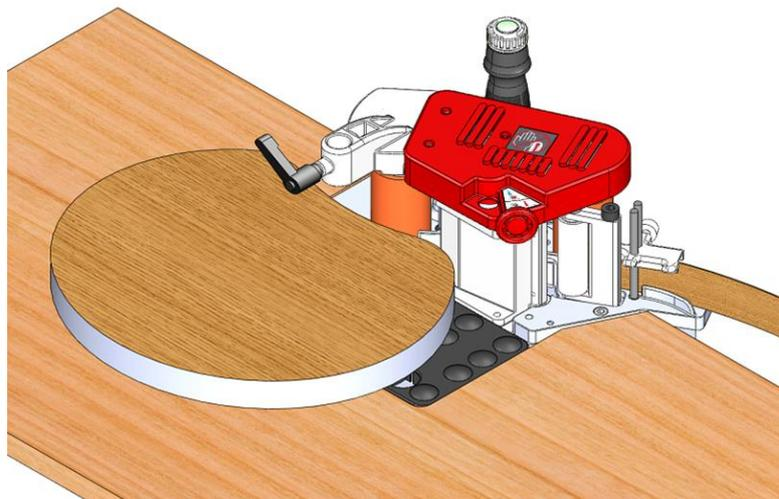

Fig15
- Nun können kleine Teile einfach bearbeitet werden (Fig15)